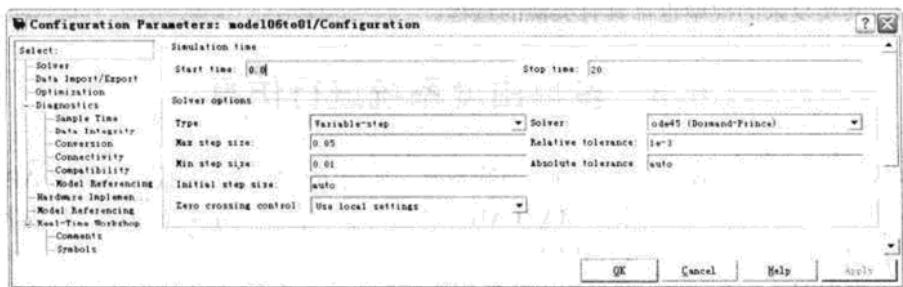
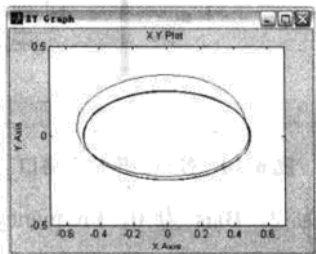
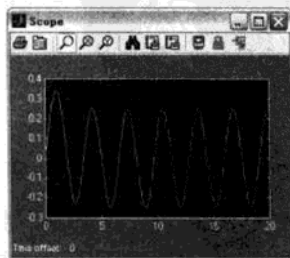

图 6.6 Configuration Parameters 对话框
图 6.7 系统相轨迹图
图 6.8 系统时程轨迹图
(6) 对模型的系统参数进行设置, 选择 Simulation | Configuration Parameters 命令, 弹出 Configuration Parameters 对话框如图 6.6 所示。
**说明:** 以上设置只是图 6.6 中左边菜单中 Solver 参数, 还有其他选项, 在此都不使用。
(7) 运行仿真。单击  按钮, 或者选择 Simulation | Start 命令, 或者按 Ctrl+T 快捷键。
(8) 查看运行结果。X-Y Graph 会自动弹出运行结果, 如图 6.7 所示, 横坐标是位移, 纵坐标是速度。双击 Scope 模块, 会弹出如图 6.8 所示位移时程曲线, 单击图中的望远镜按钮, 可以自动调整坐标的大小。